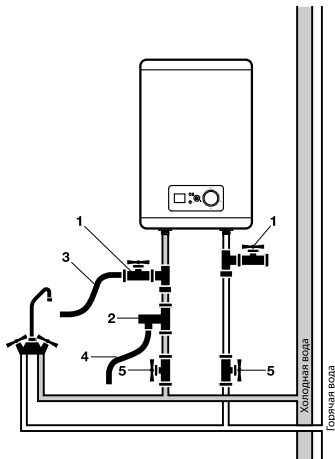
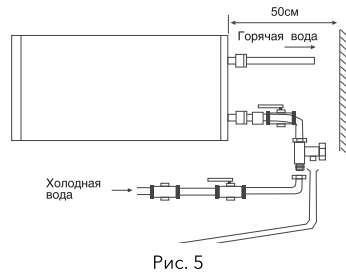

Рис. 4
Рис. 5
При подключении к системе водоснабжения необходимо предусмотреть и реализовать установку индивидуальных запорных вентилей (позиция № 5 на рис. 4) на линии подачи холодной воды в водонагреватель
Для упрощения процесса слива воды из водонагревателя рекомендуется на входе и выходе воды из водонагревателя установить тройники (позиция 1 на рис. 4).
Для подключения водонагревателя к водопроводу применяются трубы диаметром G1/2. Подключение обратного предохранительного клапана (позиция 2 на рис. 4): клапан следует устанавливать в месте входа холодной воды (удостоверьтесь, что гибкая сливная трубка (позиция 4 на рис. 4) установлена, на отверстие спуска давления и слива воды и направлена вниз в специальный дренаж для удаления воды). Во избежание протечек при подключении трубопровода на концы резьбовых соединений следует установить комплектные резиновые уплотнительные прокладки. Установка водонагревателей серии Major LZR 3 существенно облегчается возможностью установить их как вертикально, так и горизонтально в любом месте вашего дома, в отапливаемом (!) помещении. Желательно установить водонагреватель как можно ближе к месту использования горячей воды, поскольку чем меньше длина труб, тем меньше потери тепла. Как показано на рис. 5, при горизонтальной установке водонагревателя трубы подводки должны быть расположены справа.
- Присоедините дренажный шланг (позиция 3 на рис. 4) к запорному крану на тройнике на входе холодной воды в водонагреватель и направьте его в канализацию, либо в место слива воды. Откройте запорный кран и дождитесь полного слива воды.